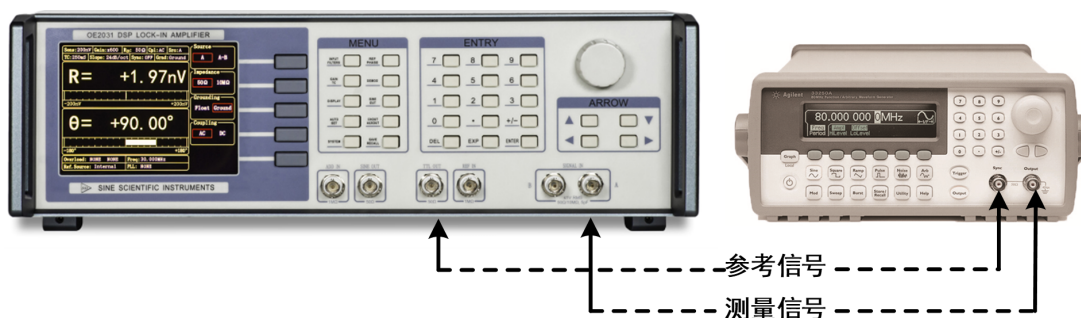

图 86. 信号线连接图
2. 用一条带 BNC 接头的信号线连接函数信号发生器的输出接口和 OE2031 前面板 SIGNAL IN 的 IN+ 接口，用另一条带 BNC 接头的信号线连接函数信号发生器的同步参考信号接口和 OE2031 前面板的 REF IN 接口，如图86所示：